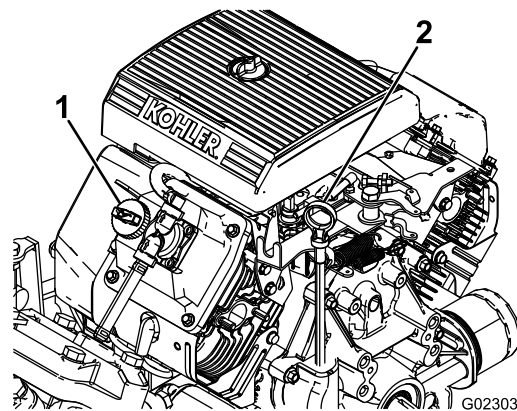

图11
2. 取出量油尺，用干净的抹布擦拭（图11）。
4. 如果机油油位较低，请从气门室盖（图11）上拆下加油颈盖，从开口处注入机油，直至油位达到量油尺上的“已满”标记；请参阅，了解适合的机油类型和粘度。 维护机油（页码 37）